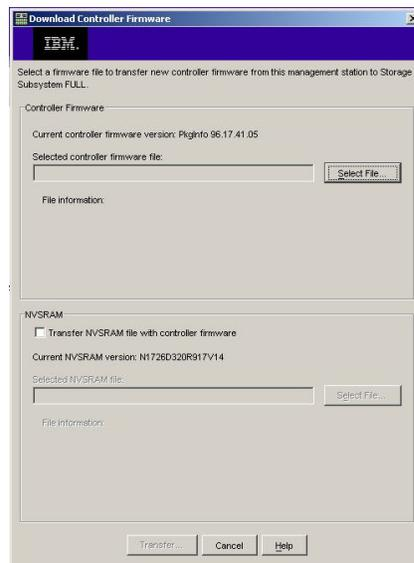

Figura 22. Ventana Download Controller Firmware
2. Pulse **Support** → **Download firmware** → **Download Controller Firmware**. Se abre la ventana Download Controller Firmware, tal como se muestra en la Figura 22.